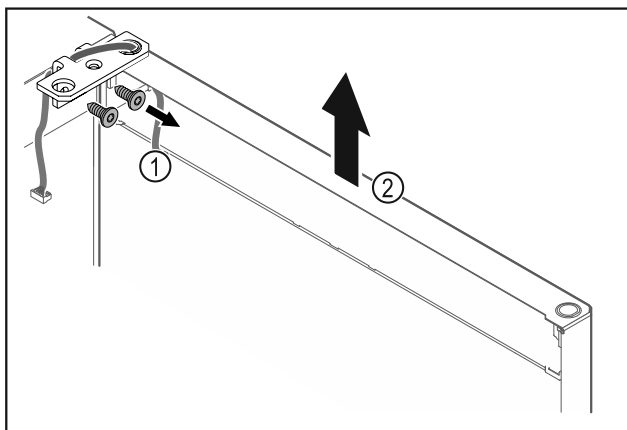

Fig. 22
- Odvrnite kutne šarke Fig. 22 (1).
- Dignite vrata s kutnim šarkama Fig. 22 (2) cca 200 mm ravno prema gore i skinite ih.